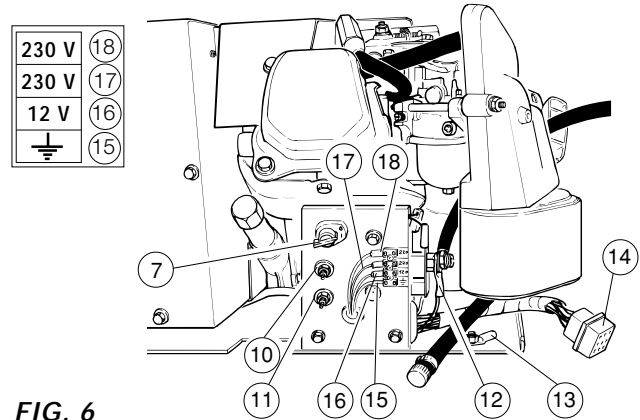

FIG. 6
Compruebe la tensión del generador por medio de un medidor o de un voltímetro conectado a un enchufe de 230V del vehículo o a los bornes (pos. 17- 18 fig. 6 y 14) del tablero de bornes del generador.